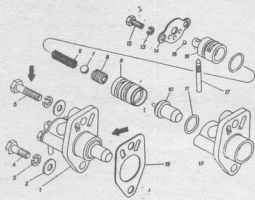

Рис. 5. Выключатель гидромuffты:
9. Отвернуть болты 5 (Рис. 5) с шайбами 2 и 3 крепления выключателя гидромурфы к нагнетательному патрубку и снять выключатель 1 гидромурфы с двигателя. (Ключ гаечный кольцевой 13 мм).